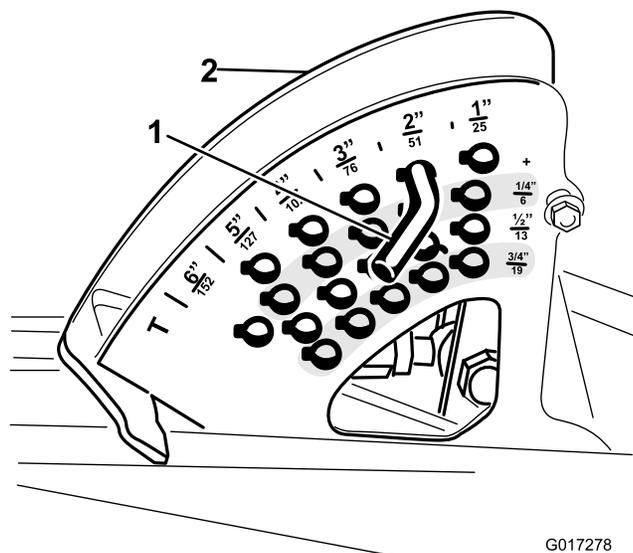

Figura 2
3. Osservate la posizione del perno dell'altezza di taglio sulla relativa staffa (Figura 2) e rimuovete il perno dell'altezza di taglio dalla relativa staffa.